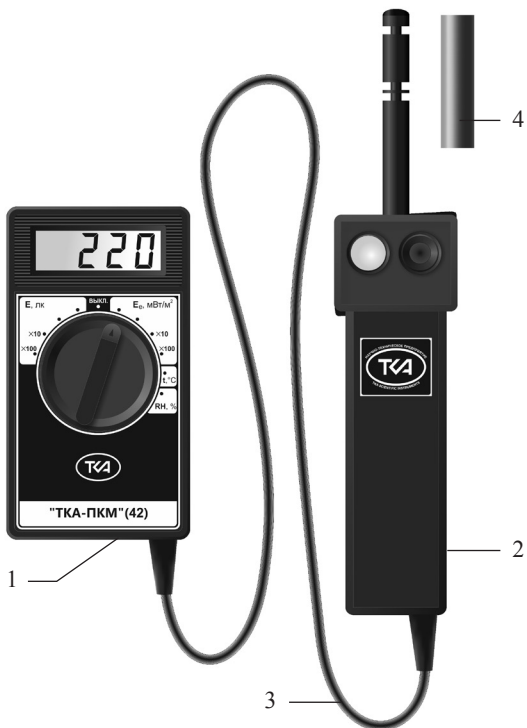

Рис.1 – Внешний вид прибора “ТКА-ПКМ”(42)
5.1 Конструктивно прибор выполнен в виде двух функциональных блоков: блока обработки сигналов (далее по тексту – БОС) (1, Рис.1) и измерительной головки с зондом (2, Рис.1), соединённых между собой кабелем связи (3, Рис.1.).
7.3 Для измерения климатических параметров снимите с зонда защитный колпачок (4, Рис.1). Поместите прибор в зону измерений. Считайте, после установления показаний, с дисплея измеренное значение.